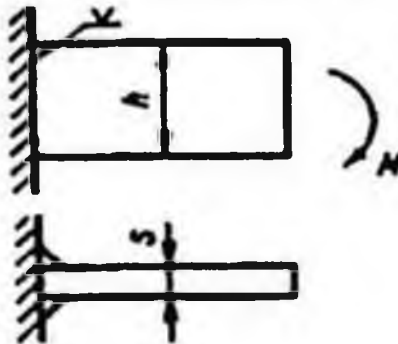

Рис. 1.15. Сварное соединение кронштейна со стойкой двумя угловыми швами
**Задача .** Определить высоту кронштейна из полосы толщиной  $s = 14$  мм, приваренной к вертикальной стойке двумя лобовыми швами (рис. 1.15), при действии на него момента  $M = 2,8$  кН·м. Материал деталей соединения сталь Ст3. Сварка ручная электродами Э42. Нагрузка статическая.